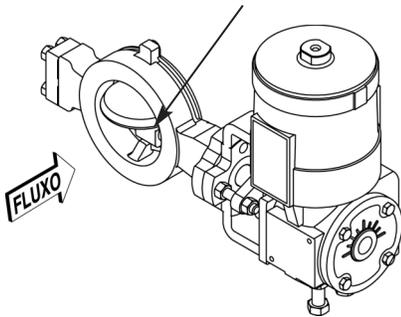

**Figura 7: Alinhamento do Eixo**
- ⤷ Encaixe o conjunto do atuador no eixo da válvula, alinhando os furos da torre com os prisioneiros de fixação montados no corpo da válvula (não esqueça de posicionar antes o flange do prensa-gaxetas). Para garantir uma rotação completa do disco, a marca existente na extremidade do eixo da válvula deve estar alinhada conforme indicado na Figura 7.